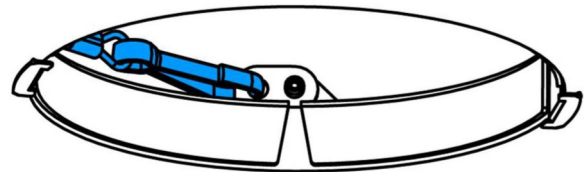

Fig. 9
9. Fixez le cordon de sécurité de la boîte d'épissage d'un côté de l'anneau de montage (Fig. 9).